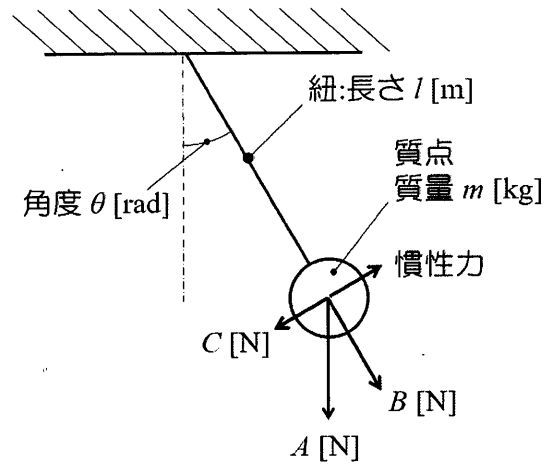

図 2-1 振り子の模式図
問1 質量が m [kg] の質点が、天井から釣り下がった長さ l [m] の紐の先端に結び付けられ、振り子運動することを考える。図2-1は、質点が鉛直方向に対し θ だけ回転しているときの様子を示している。以下の設問 (1) ~ (6) に答えよ。ただし、質点の体積と紐の質量は無視できるものとする。
- (1) 重力加速度を g [m/s²] とするとき、図2-1に示されている力 A , B および C の大きさを、文字式で表せ。
- (2) 質点の角加速度を θ'' [rad/s²] とするとき、円運動接線方向の加速度 a [m/s²] の大きさを θ'' を含む文字式で示せ。
- (3) 振り子が円運動し始めるときの円運動接線方向の慣性力を θ'' を含む文字式で表せ。ただし、図2-1において力 C の向きを正方向とする。
- (4) (3) で求めた慣性力と重力による復元力の釣り合いから、質点の運動方程式を立てよ。
- (5) (4) で立てた運動方程式を解くことで、振り子の固有角振動数 ω_n を求めよ。ただし、 θ を周期関数 $\theta = \theta_0 \cos \omega_n t$ とみなしてよく、角振幅 θ_0 は十分小さいため $\sin \theta \approx \theta$ の近似が成り立つとしてよい。
- (6) 質点の質量が $m = 10$ [kg]、紐の長さが $l = 1.1$ [m] のとき、振り子の固有振動数 f_n を求めよ。ただし、重力加速度 $g = 9.9$ [m/s²]、円周率 $\pi = 3$ として計算すること。